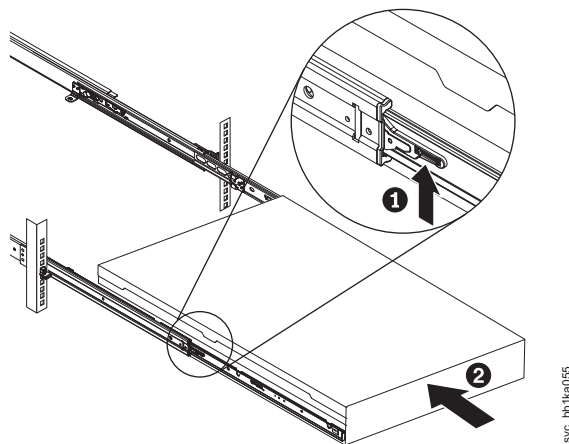

图 31. 抬起机架滑轨的 SAN Volume Controller 2145-CG8 锁杆
2. 抬起滑轨上的锁定拉杆，将节点 **2** 全部推入机架，直到其咔嗒一声锁定到位。请查看图 31 中的 **1**。